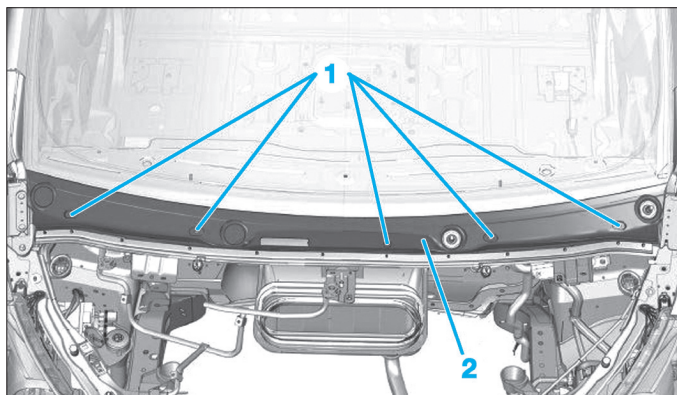

Fig. 57
- Déposer les cinq vis (1) et la grille d'auvent (2) (Fig.57).